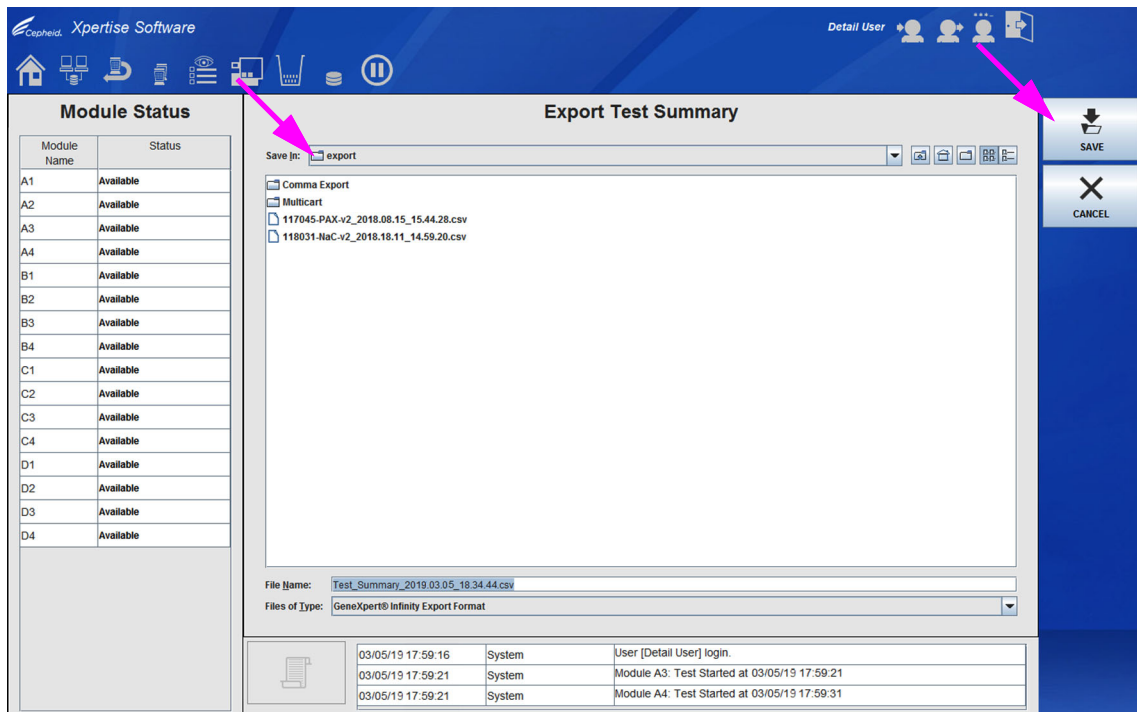

図 10-85. テストの概要のエクスポートワークスペース
4. **エクスポート (EXPORT)** ボタンを選択します (図 10-84 を参照)。テストの概要のエクスポート (Export Test Summary) ワークスペース。図 10-85 を参照。
5. テストの概要のエクスポート (Export Test Summary) ワークスペース (図 10-85 を参照) で、レポートを保存する場所を確認し、**保存 (SAVE)** ボタンを選択します。ファイルは、選択した場所に .csv ファイルとして保存されます。